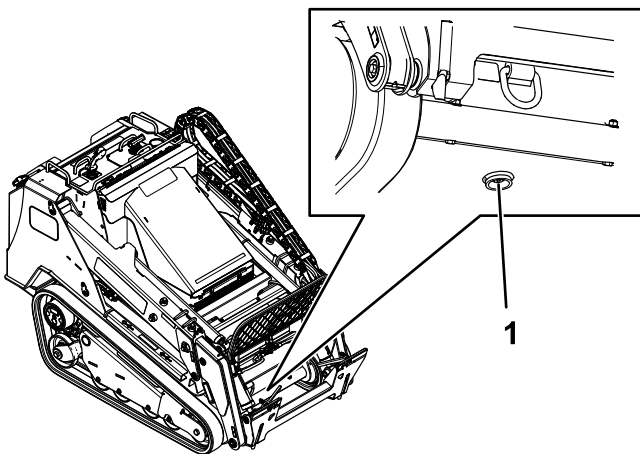

Figura 85
6. Coloque un recipiente grande con capacidad para 57 litros (15 galones US) debajo del tapón de vaciado situado en la parte delantera de la máquina (Figura 85).
7. Retire el tapón de vaciado y deje fluir el aceite al recipiente (Figura 85).